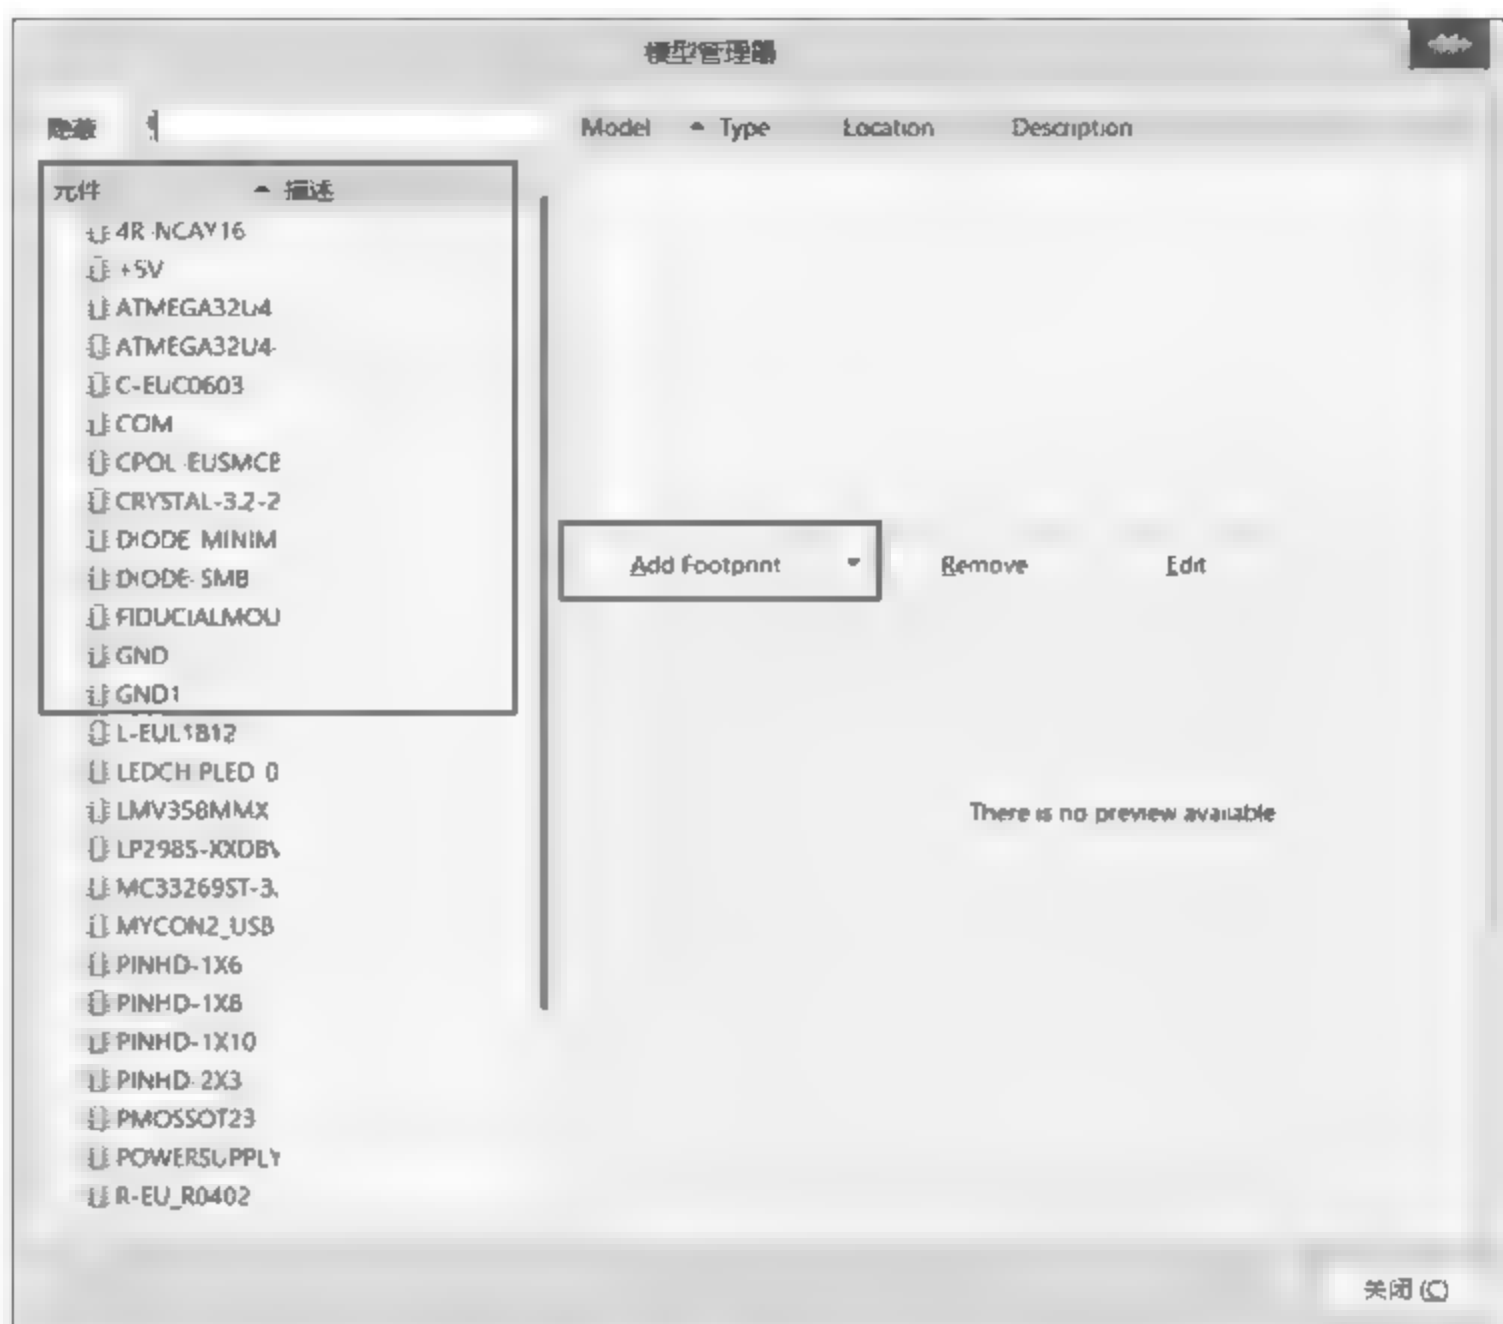

图 3-64 模型管理器
(1) 执行菜单栏中“工具”→“符号管理器”命令,或单击工具栏中的“符号管理器”按钮 。
(2) 在弹出的“模型管理器”对话框中(如图 3-64 所示),左侧以列表的形式给出了元件,右边的 Add Footprint 按钮则是用于为元件添加对应的封装。